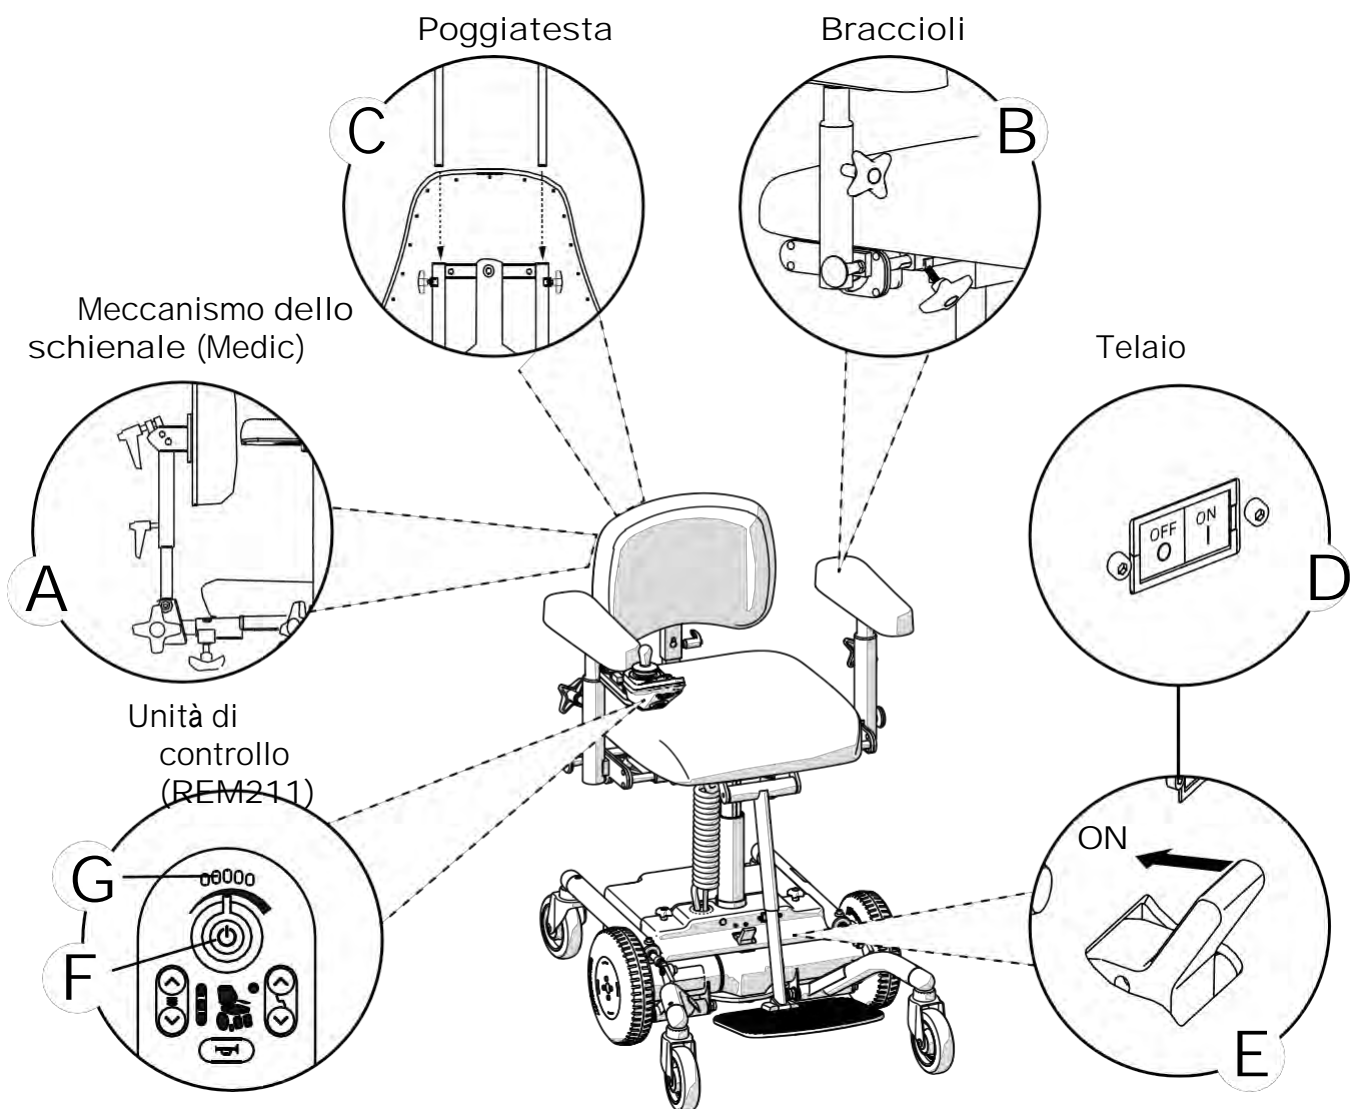

Fig. 2.1 Preparativi prima della messa in funzione del prodotto.
(A) e impostare l'altezza desiderata, vedi Fig. 2.1. Serrare tutte le viti manuali (A).
Allentare le viti manuali dei braccioli (B) e impostare l'altezza e la larghezza desiderate, vedi Fig. 2.1. Serrare tutte le viti manuali (B). Quando si abbassa il bracciolo, accertarsi che la manopola sia nella posizione corretta.
Se il prodotto viene fornito con un poggiatesta, inserire il meccanismo del poggiatesta nel supporto dello schienale (C) e regolarlo all'altezza desiderata, vedere la Fig. 2.1. Serrare tutte le viti a mano (C).
1. Azionare l'interruttore principale (F), vedi Fig. 2.1.
2. Verificare che il livello di carica della batteria (G) sia almeno nella zona gialla. Se si trova nell'area rossa, caricare il prodotto. Vedere 2.3 Ricarica.
3. Verificare se l'interruttore principale (F) si illumina di verde.